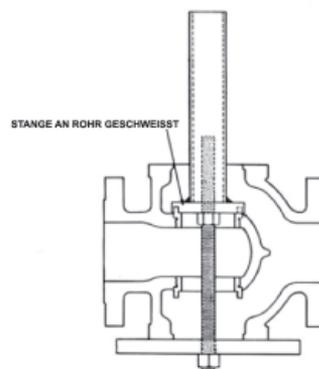

Abbildung 3
Gewindegewindesitzringe (15 und 16) werden vom Hersteller mit festem Sitz eingesetzt, und nach jahrelangem Betrieb können sie schwierig zu entfernen sein. Zur Erleichterung des Ausbaus können Sitzringsschlüssel selbst hergestellt werden, die an den Sitzringnasen angreifen, und an einen Spezialschraubenschlüssel angepasst werden (siehe Abbildung 3). Wenn der Ring außergewöhnlich schwer zu entfernen ist, kann die Anwendung von Wärme oder Kriechöl hilfreich sein.
- C. Sitzringe mit dem für den Ausbau verwendeten selbst hergestellten Schraubenschlüssel einbauen und festziehen. (Siehe Abbildung 3).